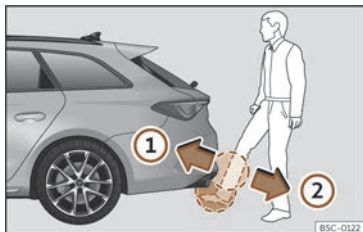

Fig. 90 Porta del maleter amb obertura controlada per sensor (Easy Open).
- » » **fig. 90 ①.**
- Traieu ràpidament el peu i la part inferior de la cama de les zones dels sensors » » **fig. 90 ②.** La porta posterior s'obre automàticament.